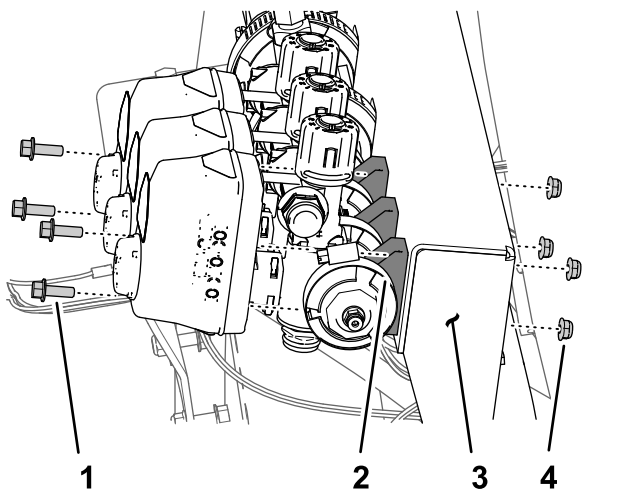

Figure 66
1. Retirez les 2 boulons à embase (1/4 x 3/4") et les 2 contre-écrous (1/4") qui fixent la vanne de section de rampe gauche au support de collecteur (Figure 66).
2. Retirez les 2 boulons à embase (1/4 x 3/4") et les 2 contre-écrous (1/4") qui fixent la vanne de section de rampe droite au support de collecteur (Figure 66).
3. Retirez le collier bride (40 à 64 mm), assorti du joint (25 x 35 mm), qui fixe la bride de la vanne de section gauche à l'adaptateur (Figure 66).